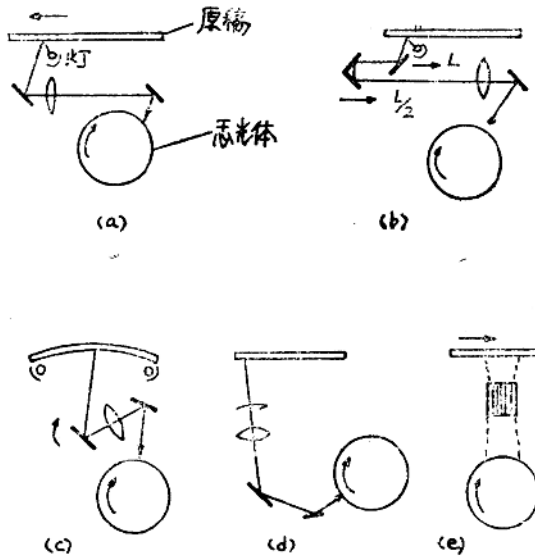

图 2 扫描方式的实例
1. 静电复印机的扫描方式目前主要有：原稿台移动（图2.a）；曝光灯与反光镜同时移动（图2.b）；反光镜旋转（图2.c）；镜头旋转（图2.d）；以及纤维镜头排列（图2.e）等方式。